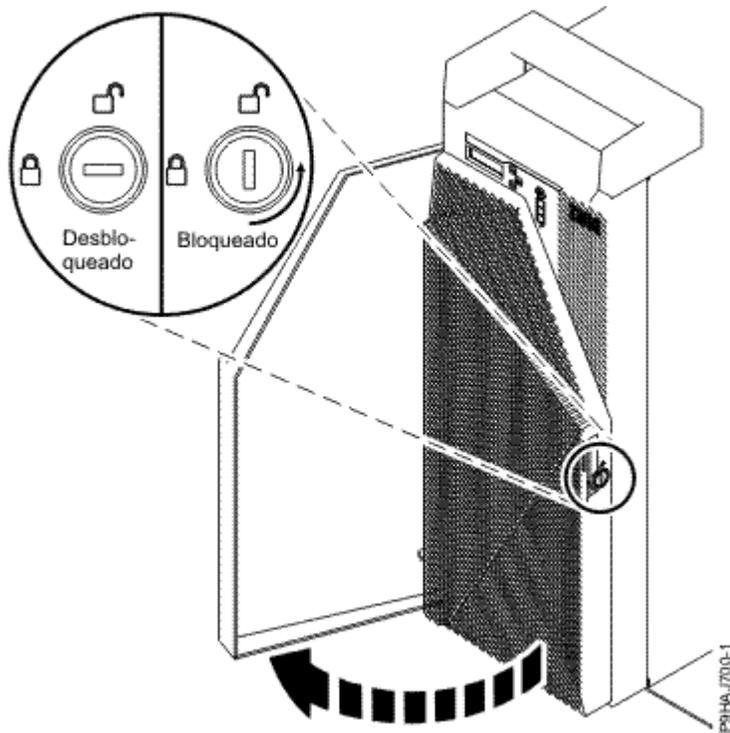

Figura 38. Desbloqueo de la puerta frontal
- a) Inserte la llave de la puerta frontal en la cerradura, como se muestra en la Figura 38 en la página 40. Gire la llave hacia la izquierda (en sentido contrario a las agujas del reloj) para abrir la puerta. En posición horizontal está cerrada, en posición vertical está abierta. Abra la puerta frontal.